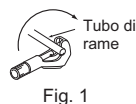

Fig. 1
- Per facilitare il deflusso dello scarico, il tubo di scarico deve essere rivolto verso il basso. (Fig. 1)
- Unire la tubazione del refrigerante e il tubo di scarico, quindi applicare il nastro di feltro (4) partendo dall'estremità. La larghezza di sovrapposizione del nastro di feltro (4) deve essere 1/3 della larghezza del nastro stesso. Utilizzare un fermo per bende all'estremità del nastro di feltro (4).
- Rimuovere il coperchio dello scarico posizionato sul lato posteriore destro dell'unità interna. (Fig. 1)
- 1) Tagliare il tubo di rame in modo corretto con un taglia-tubi. (Fig. 1, 2)